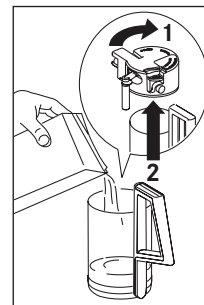

Fig. 30
- ▶ Llene el recipiente con aprox. 100 g de leche por cada cappuccino que desee preparar (Fig. 30). No exceda nunca el nivel MÁX. (equivalente a aprox. 750 ml) marcado en el recipiente. Es ideal utilizar leche desnatada o semidesnatada a temperatura de frigorífico (aprox. 5°C).